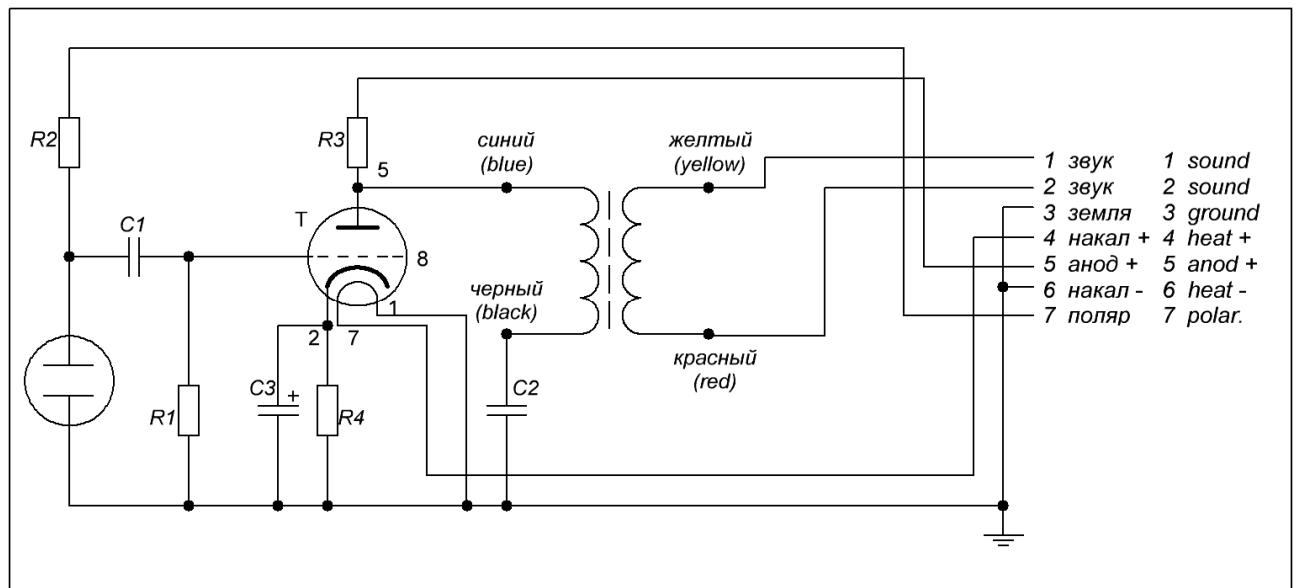
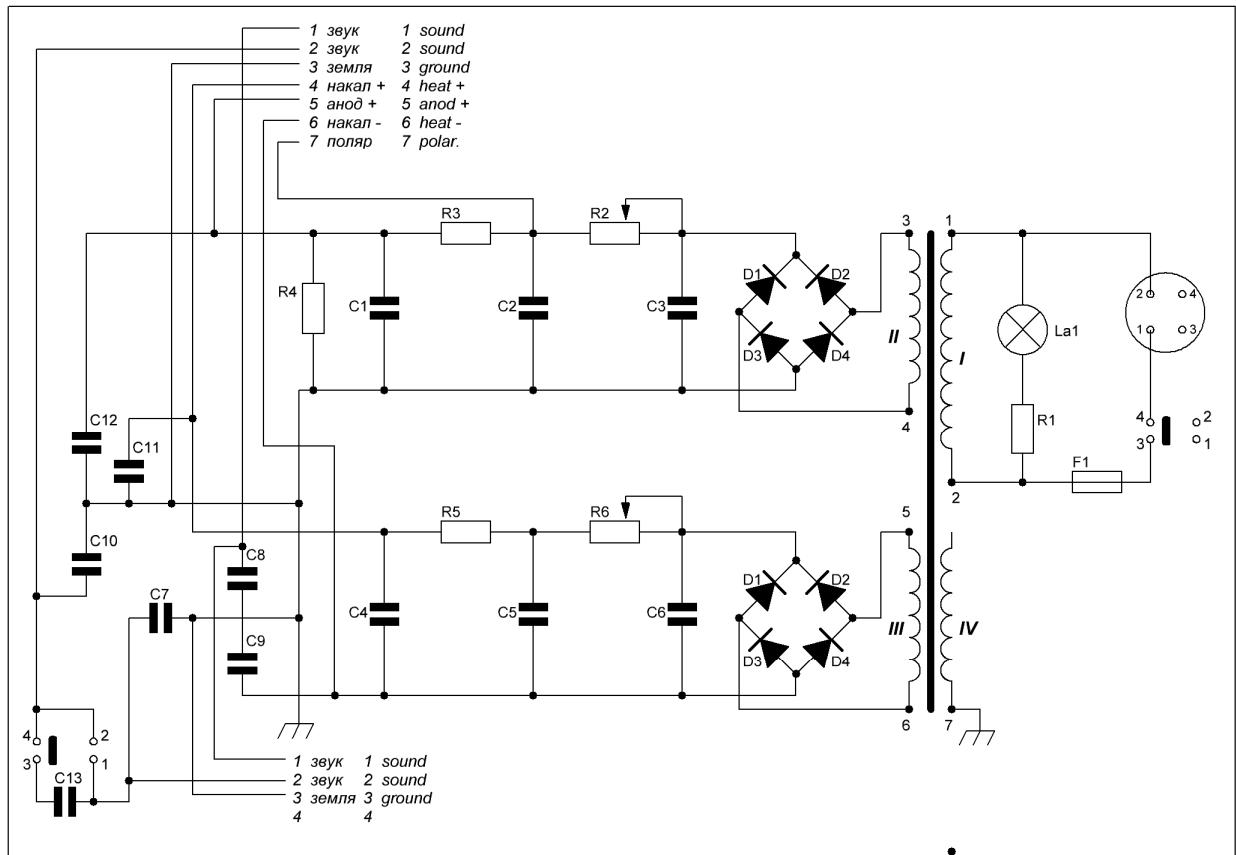

Рис. 1.
Рис. 2.
Принципиальная схема усилительного устройства показана на рис. 1, питающего устройства — на рис. 2.
к схеме микрофона (рис. 1)
**к схеме питающего устройства 206-99 (рис. 2)**